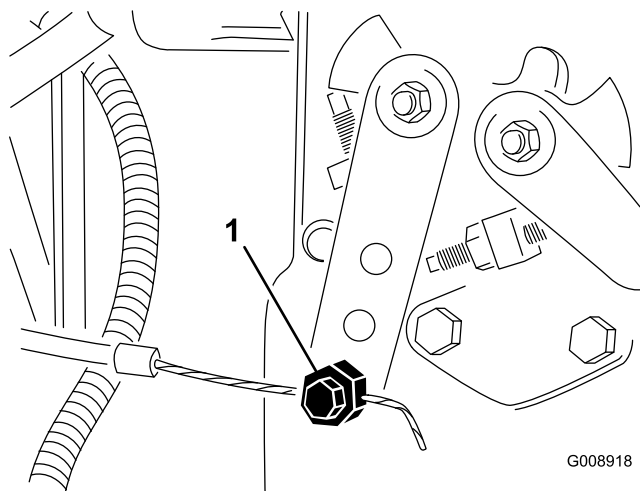

Bild 71
2. Lockern Sie den Anschluss des Gaszugs am Arm der Einspritzpumpe (Bild 71).